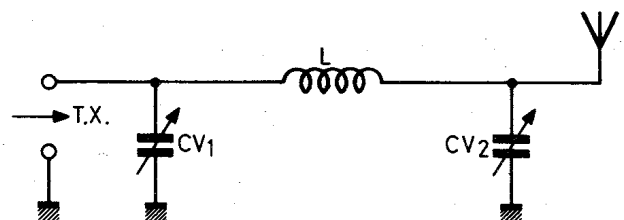

Fig. 7 – Filtre en II
- la **cellule en II** (voir fig. 7), qui combine deux circuits en L, intéressante pour son effet «passe bas».